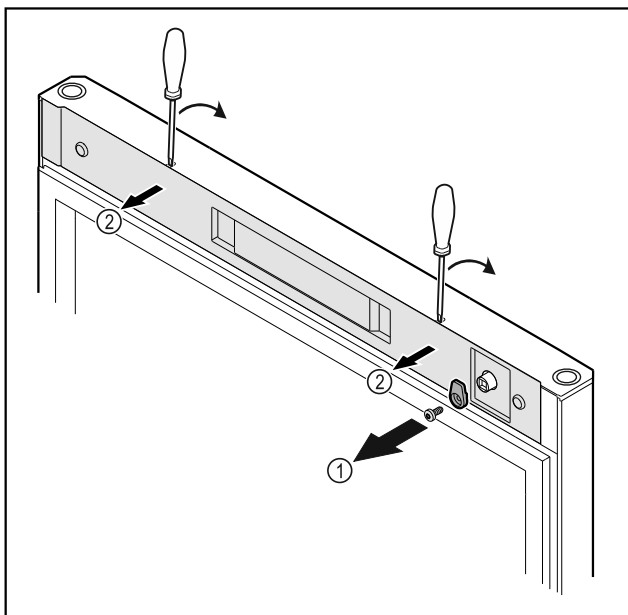

Fig. 12 *
- Schließhaken Fig. 12 (1) abschrauben.*
- Abdeckung Fig. 12 (2) mit einem kleinen Schraubendreher ausrasten und abnehmen.*